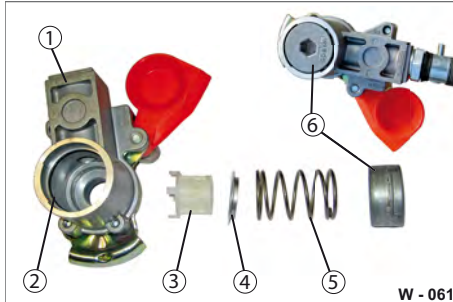

Abb. 59 Kupplungskopf zerlegt
- ▶ Drücken Sie den Deckel (Abb. 59/6) mit einem Innensechskant, bis zum Anschlag in das Gehäuse (Abb. 59/1) ein. Drehen Sie den Innensechskant um 90°. Deckel öffnet sich.
- ▶ Entnehmen Sie die Feder (Abb. 59/5), den Metallring (Abb. 59/4) und den Filter (Abb. 59/3) aus dem Gehäuse.
- ▶ Prüfen Sie die Dichtung (Abb. 59/2) auf Beschädigungen, Vorhandensein. Ersetzen Sie beschädigte Dichtungen.